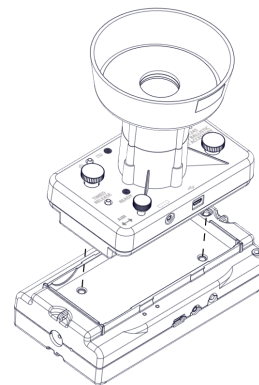

Рис. 1. Установка Smart-баллистической корзины в Smart-тележку.
1. Установите Smart-баллистическую корзину в лоток для дополнительных принадлежностей Smart-тележки. Для Smart-тележки убедитесь, что порты на дополнительном устройстве находятся на той же стороне, что и порты на тележке (рис. 1).